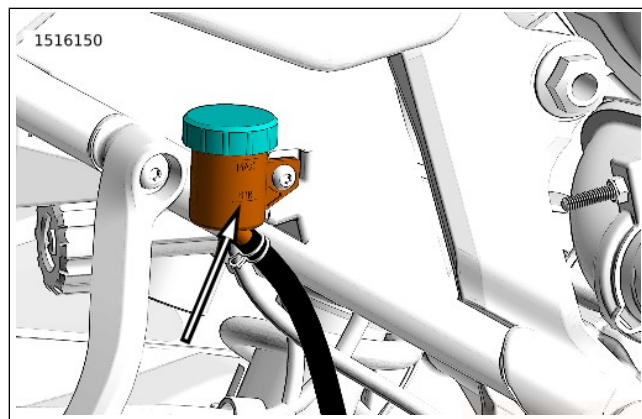

Abbildung 72. MIN-Markierung am Hinterradhauptbremszylinderbehälter
3. **Hinten:** Siehe Abbildung 72 Den Füllstand an der Seite des Hinterradbremssflüssigkeitsbehälters prüfen. Füllstand muss über der Mindestmarkierung am Schauglas liegen.